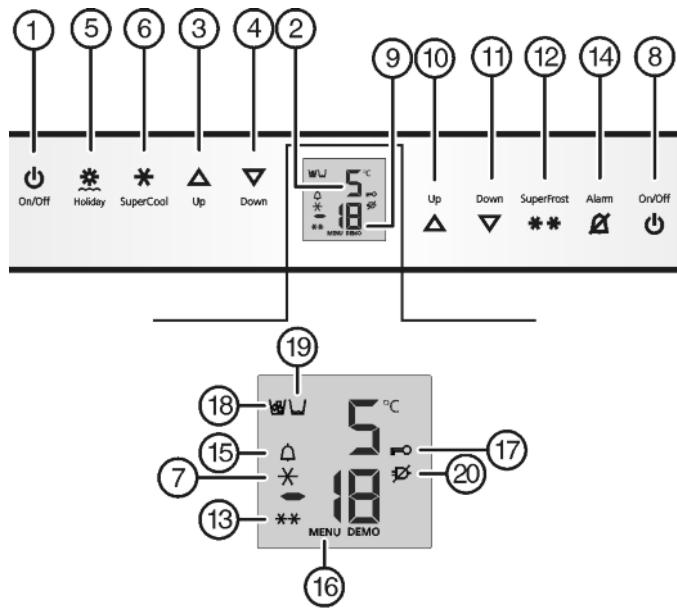

Fig. 2
- Натисніть клавішу On/Off морозильника Fig. 2 (8).
- Натисніть клавішу On/Off охолоджувального відділення Fig. 2 (1).
- Охолоджувальне відділення та відділення BioFresh увімкнені: Індикатор температури охолоджувального відділення Fig. 2 (2) світиться. При відкриванні дверцят холодильного відділення вмикається внутрішнє освітлення.
- Викання режиму настройки: натисніть клавішу SuperFrost Fig. 2 (12) і утримуйте близько 5 секунд.
- Світиться символ "Меню" Fig. 2 (16).
- Для вимкнення функції захисту натисніть і швидко відпустіть клавішу SuperFrost Fig. 2 (12).
- Для увімкнення функції захисту натисніть і швидко відпустіть клавішу SuperFrost Fig. 2 (12).
- Світиться символ "Функція захисту" Fig. 2 (17). На індикаторі блимає **c**.
- Гасне символ функції захисту Fig. 2 (17). На індикаторі блимає **c**.
- Вихід з режиму настройки: Натисніть клавішу On/Off морозильника Fig. 2 (8).
- натисніть сигнальну клавішу Alarm Fig. 2 (14).
Одночасно блимає індикатор температури та символ звукового сигналу Fig. 2 (15).
Звукове попередження вимикається автоматично, символ звукового попередження Fig. 2 (15) вимикається, індикатор температури перестає блимати, коли температура достатньо низька.